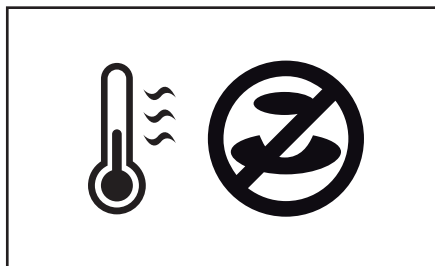

Fig. 4.9 - Ikoner for opvarmning/blokeret
3. Et blinkende termometer og ikonet til "Levering blokeret" vil blive vist på displayet (fig. 4.9).